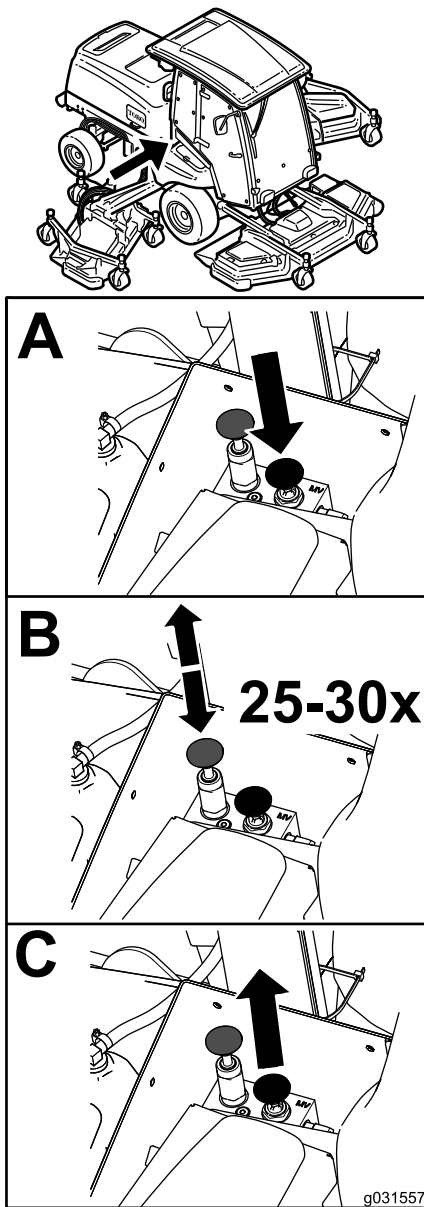

Figure 76
1. Vannes de dérivation (2)
4. Desserrez manuellement le frein de stationnement automatique à l'aide de la vanne de dérivation et du poussoir, comme montré à la Figure 76.